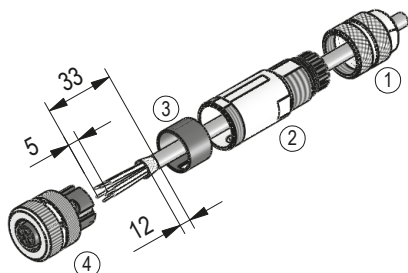

Abb. 13: Gegenstecker M12 T-kodiert gerade
- Zubehör SIKO Art.Nr. "89115" M12 T-kodiert (Buchse 4 pol. Betriebsspannung) (Abb. 13).
### Montage (Abb. 13)